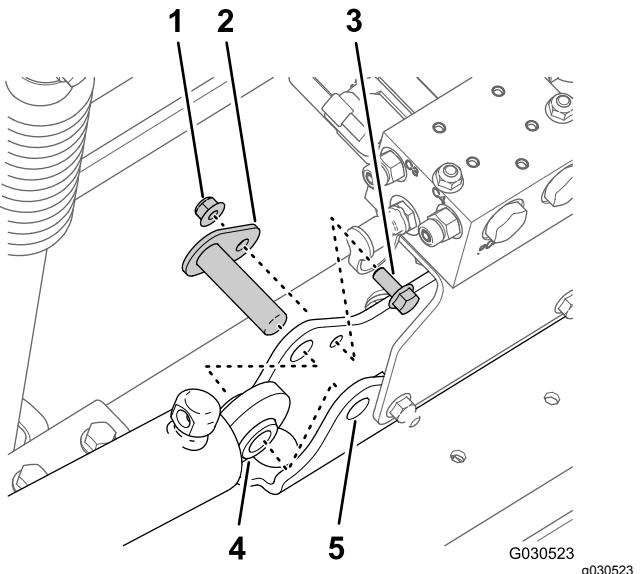

Figura 39
- Rimuovete il dado di bloccaggio flangiato (5/16") e il bullone a testa flangiata (5/16" x 3/4") che fissano il perno orientabile al supporto del cilindro (Figura 39).
- Rimuovete il perno orientabile e il cilindro di sollevamento dalla macchina (Figura 39).